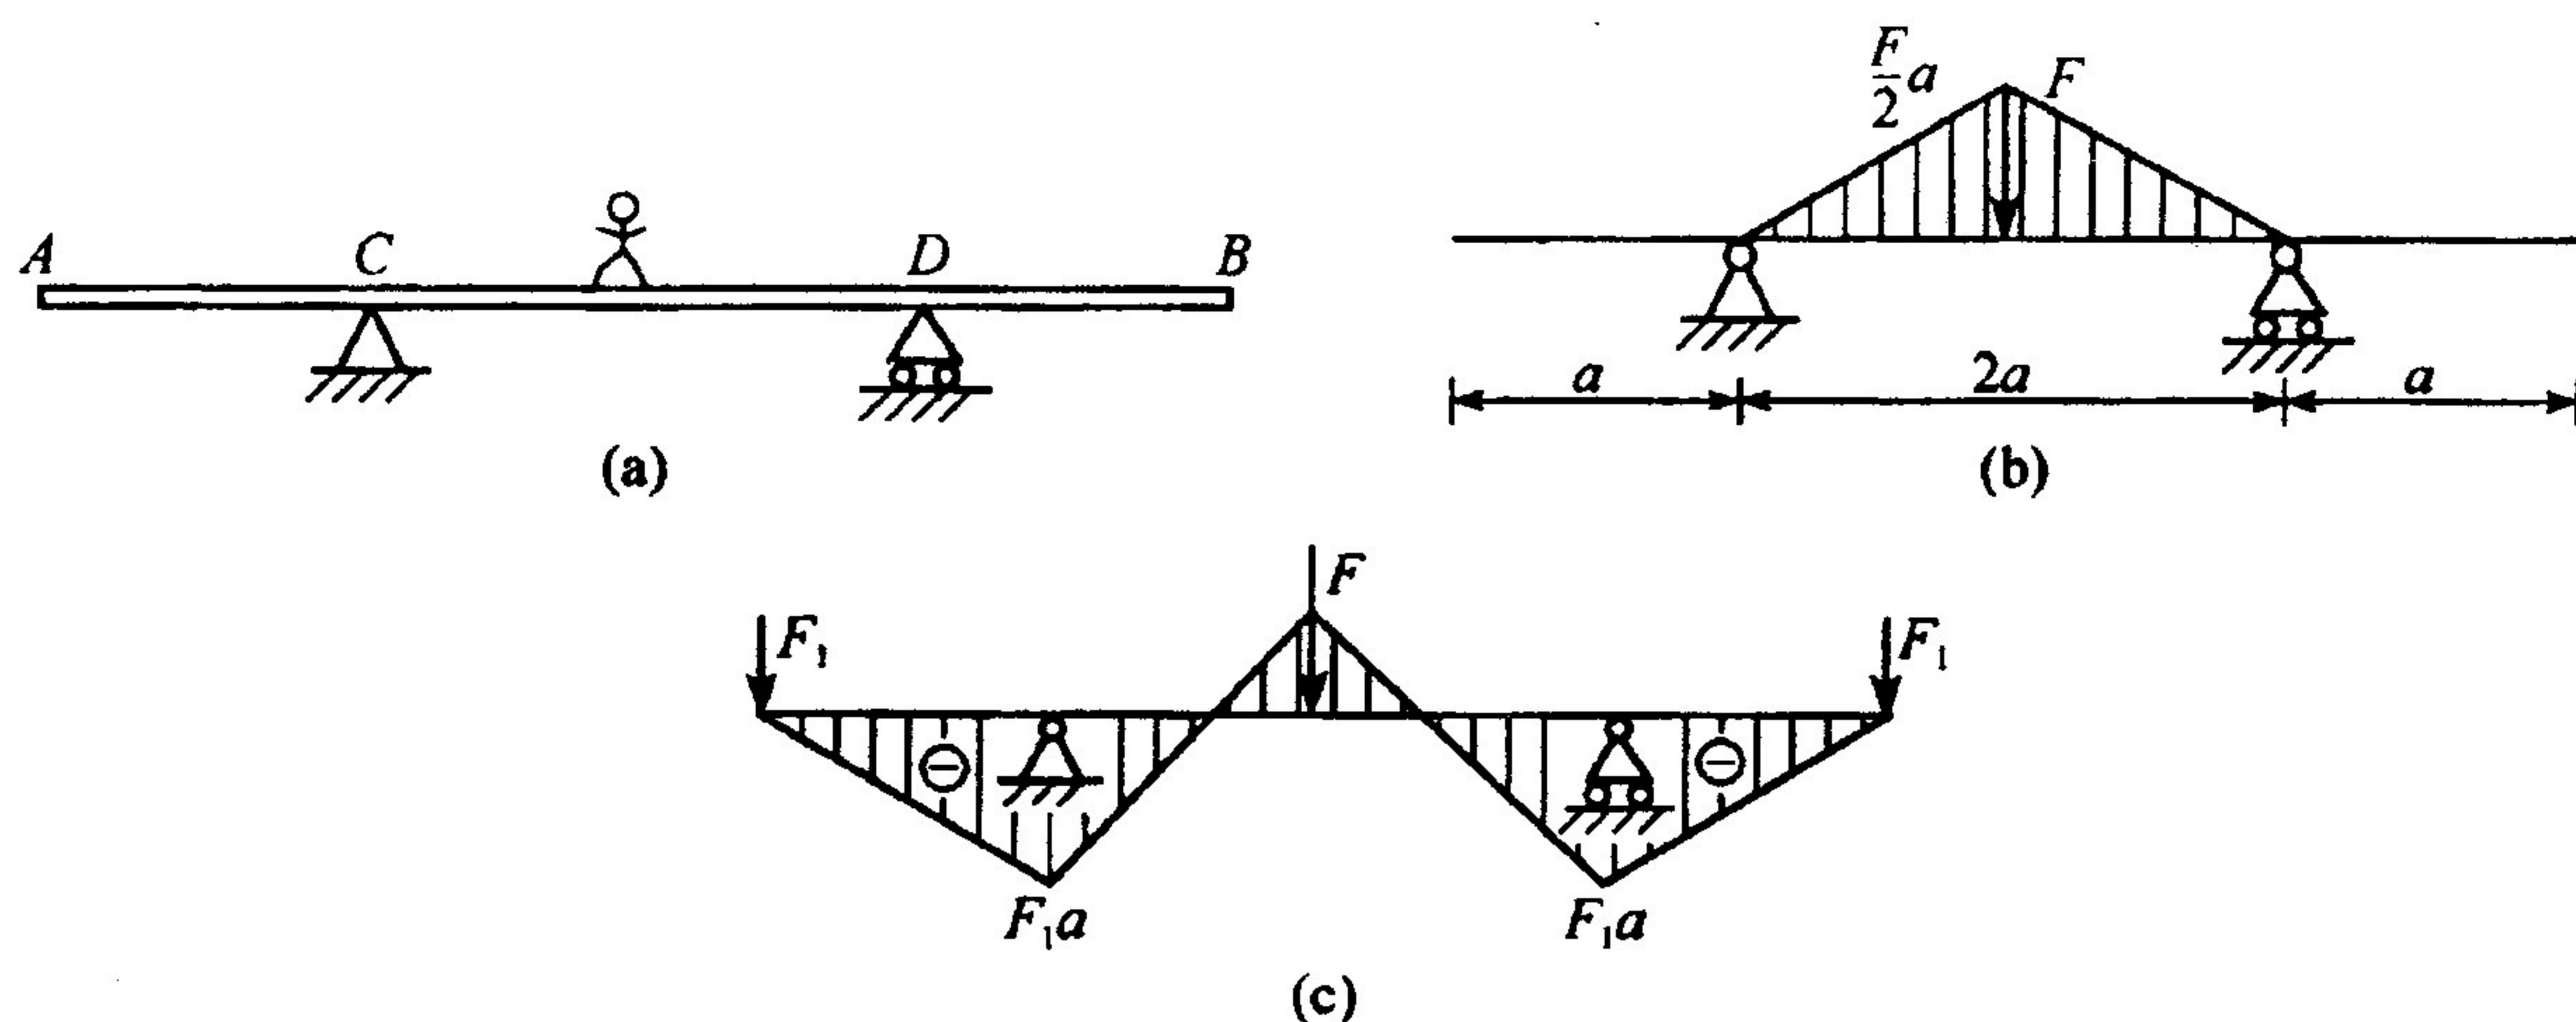

图 7.3
5. 工人站在木板 AB 中点处工作,如图 7.3 所示。为了改善木板的受力和变形,下列看法中()是正确的。